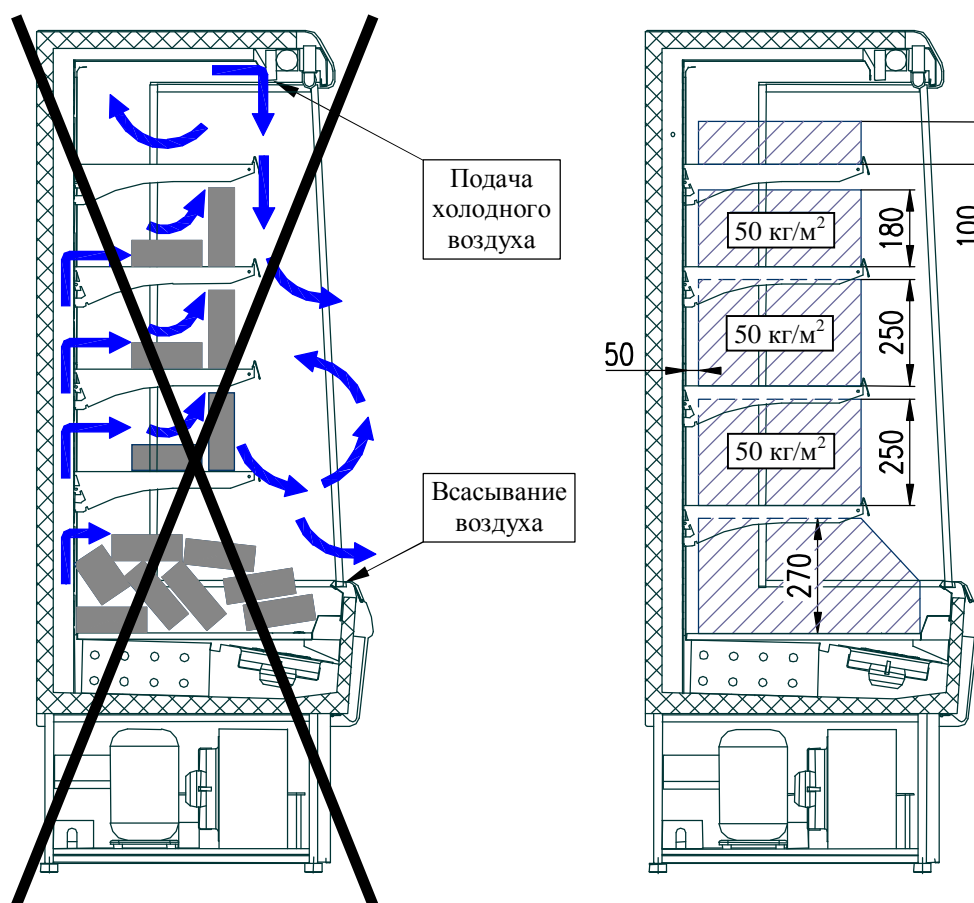

Рис. 3. Загрузка витрины продуктами
- ∅ Высота максимальной загрузки полок витрины продуктами показана на рис. 3.
- ∅ При укладке продуктов **необходимо обеспечивать их равномерное распределение по всей длине полок (рис. 3), что обеспечивает луч-**
- Ø Проверить правильность расположения продуктов в витрине, согласно разд. 3.7 и рис. 3.